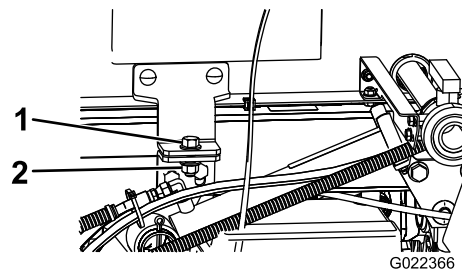

Figura 99
5. Rimuovete i bulloni di sicurezza dalla parte anteriore del telaio di supporto (Figura 99).